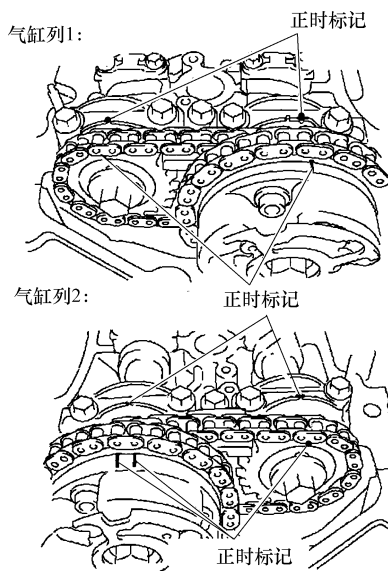

图 22-21 凸轮轴正时标记
- ② 按照图 22-21 所示，核查各个凸轮轴的正时标记是否对齐。